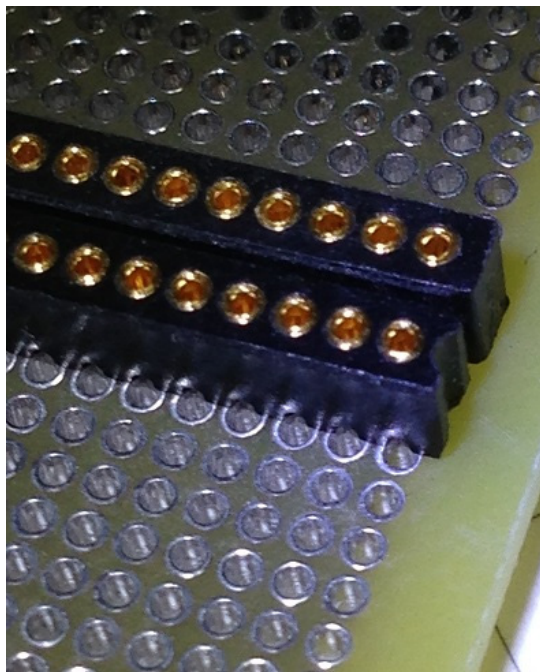
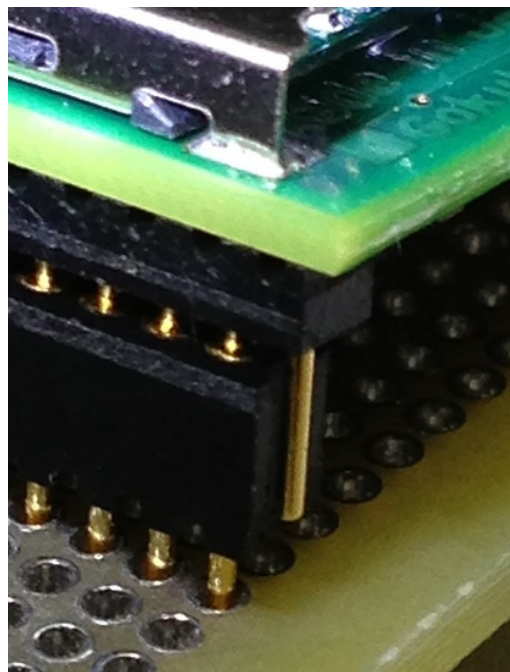

図 10.4
図 10.5
- 図 10.4 のように、ソケットの両端は、下側のようにピンを取り外してカットされて曲面を持った側と、上側のように、ベースとなるソケットの終端部分で曲面のない先端をもつタイプがあります。
- 図 10.4 の下側の場合、図 10.5 のようにモールドの内側に湾曲した部分にピンが潜り込みますが、図 10.4 の上側の先端が前面にきている場合、ピンが外側に押し出されて曲がってしまいます。